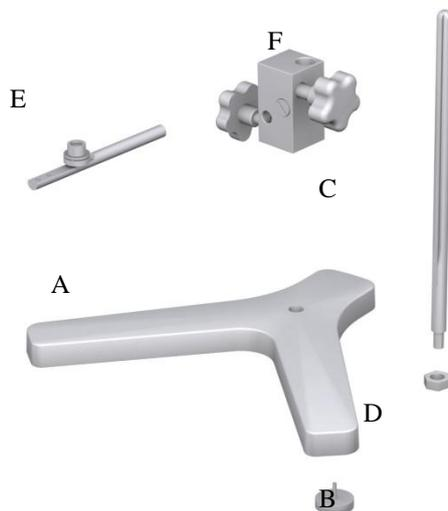

Fig. 6 Montage du pied du viscosimètre
- Retirez toutes les pièces de la mallette de transport. Prenez comme référence la figure ci-dessous (Figure 6).
- Fixez correctement les trois pommeaux de mise à niveau (B) au socle en forme d'Y (A).
- Fixez le bras de support (C) sur le socle (A) à l'aide du contre-écrou (D).
- Placez la noix de couplage (F) sur le bras de support. Le viscosimètre doit être raccordé à la noix de couplage (F) par le biais de la tige (E).